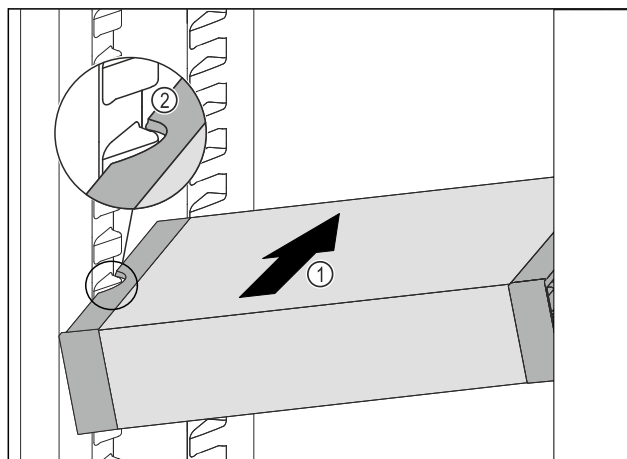

Fig. 100
- Skub VarioSafe skråt ind i kølesektionen, Fig. 100 (1) indtil udsparringerne i siden Fig. 100 (2) på VarioSafe er på niveau med beholderribben i kølesektionen.